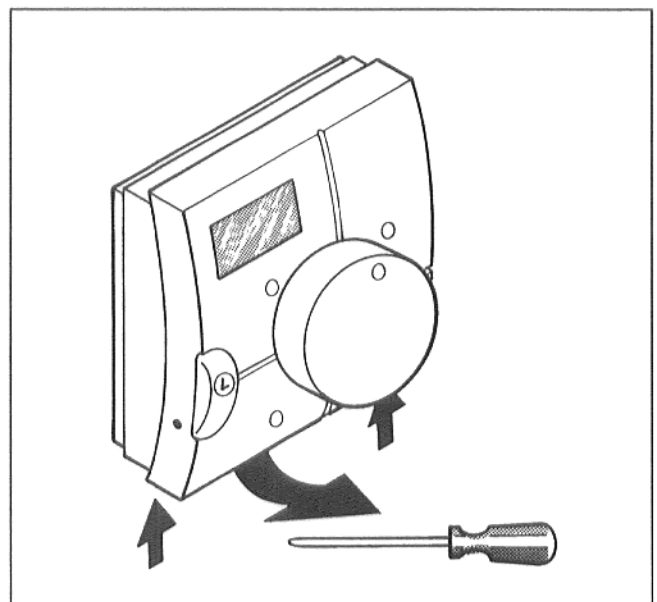

Abb. 1
- Bedienteil mit einem Schraubendreher von unten von der Montageplatte abheben (Abb. 1).